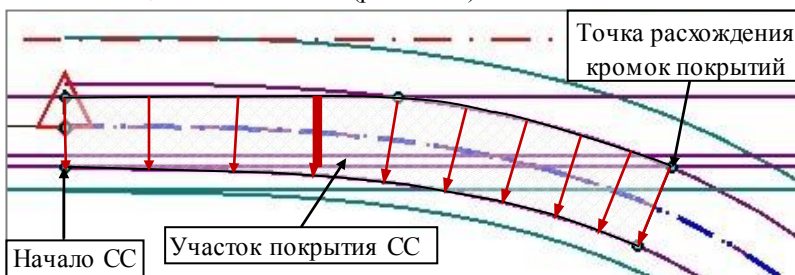

Рис. 26.39
**Схема 3. Специальная полоса** (рис. 26.39).